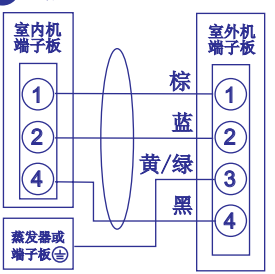

图16
- 将包扎好的管线穿墙，室内侧管线连同室内机移至挂墙板对应位置(图16)。